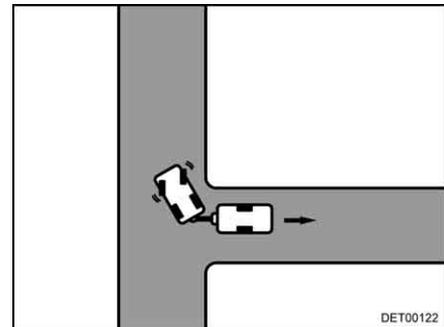

Fig. 19 Sterzare verso destra
- Sterzare verso destra e spostarsi con prudenza in retromarcia (Fig. 19).